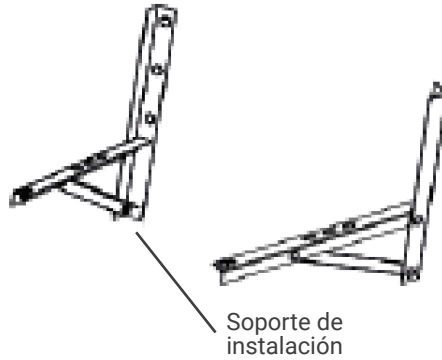

Fig.10
- Si se necesitan soportes de instalación para instalar la unidad exterior, el usuario puede comprar los soportes de nuestra empresa o agentes (Fig. 10).